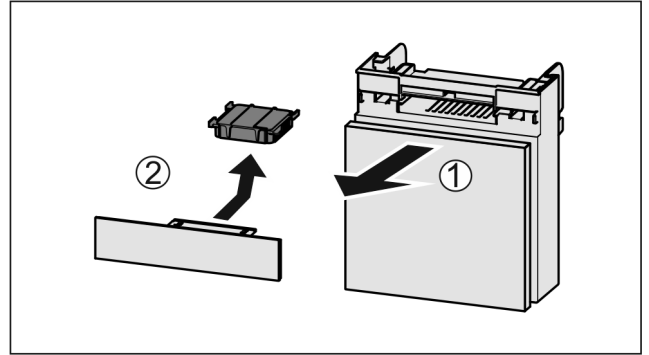

Fig. 108
- ▶ Estrarre il vano tirando in avanti Fig. 108 (1).
- ▶ Rimuovere il filtro a carboni attivi Fig. 108 (2).